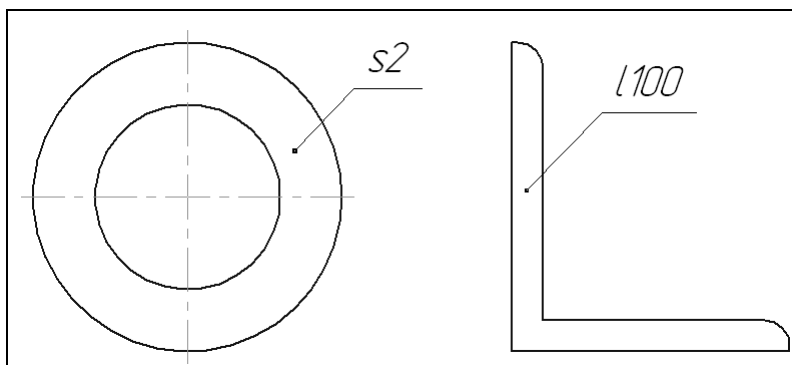

Рис. 1.100. Простановка размеров толщины и длины детали
5. Для завершения нажмите кнопку **Создать объект** на панели свойств (рис. 1.100).